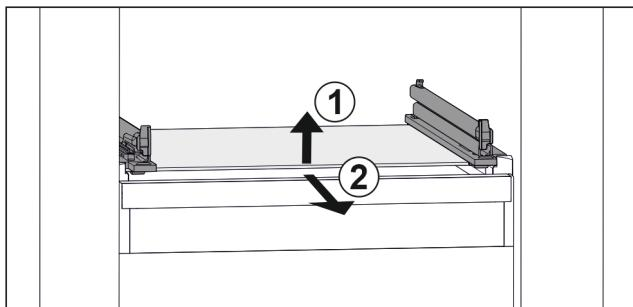

Fig. 27 Приближене відображення скляної пластини
- Підняти скляну пластину спереду. Fig. 27 (1)
- Вийняти скляну пластину рухом вперед. Fig. 27 (2)